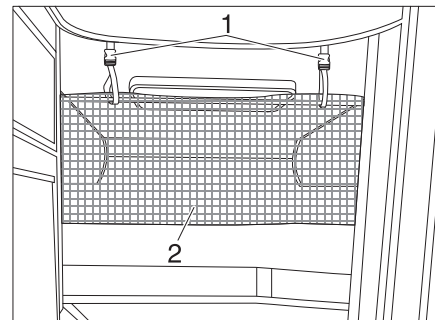

Fig. 164 Filet de sécurité
Le filet de sécurité (Fig. 164,2) de série est rangé entre le matelas et le sommier à lattes. Ne tendre le filet de sécurité qu'une fois que la personne se trouve dans le lit.
- Faire s'enclencher les sangles de retenue (Fig. 164,1) dans les œillets du plafond.